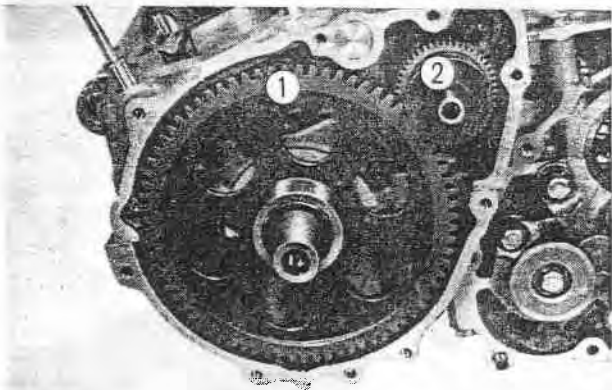

Fig. 3-69 ① Pignon d'embrayage
4. Déposer le pignon réducteur du démarreur et le pignon d'embrayage. (Fig. 3-69)